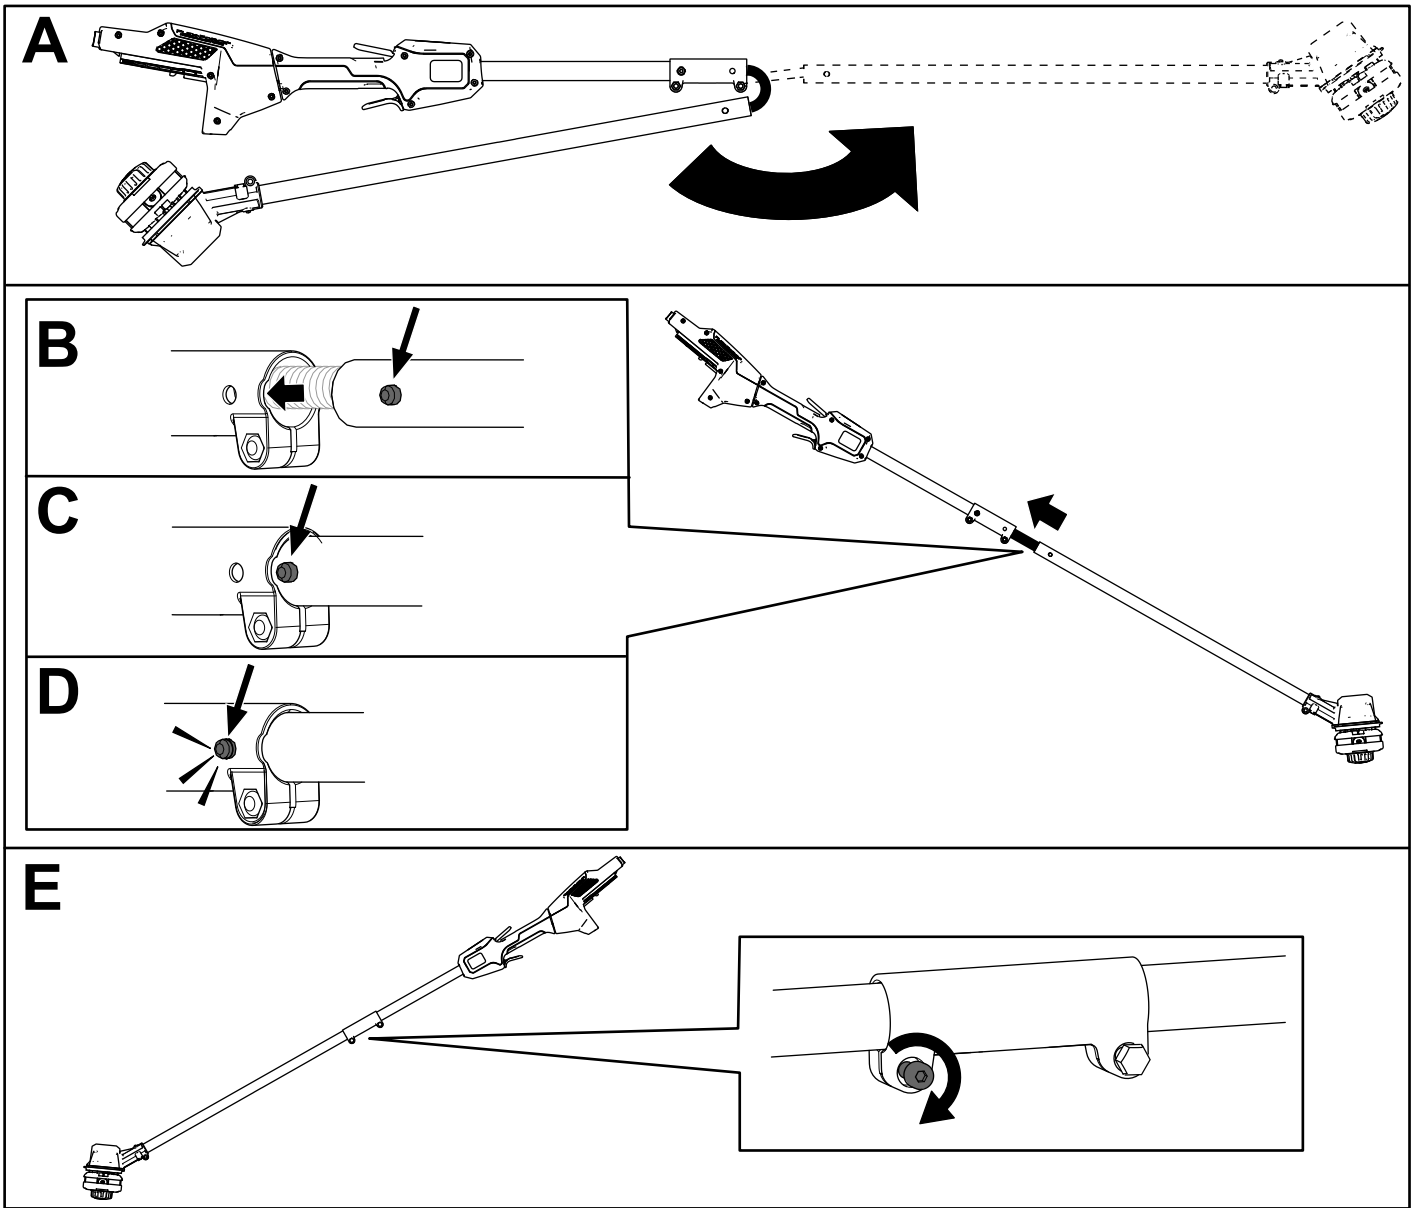

Bild 3
1. Klappen Sie den Stiel auf (A in Bild 3).
2. Richten Sie den Verriegelungsstift am unteren Stiel mit dem Loch am oberen Stiel aus und schieben Sie beide Teile zusammen (B und C in Bild 3).
Hinweis: Der Verriegelungsstift klickt in das Loch ein, wenn beide Stielteile verbunden sind (D in Bild 3).
3. Ziehen Sie die Schraube auf dem Stielverbindungsstück mit dem mitgelieferten Innensechskantschlüssel fest (E in Bild 3).